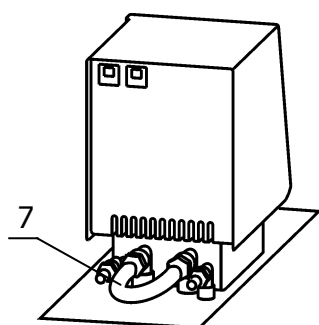

Рисунок 3 — Установка переключки
1.4.5 Для работы термостата без внешнего потребителя шлангом-переключкой 7 (рисунок 3) из комплекта поставки термостата соединить входной и выходной штуцеры насоса блока регулирования. Закрепить переключку на штуцерах, используя хомуты из комплекта поставки термостата.